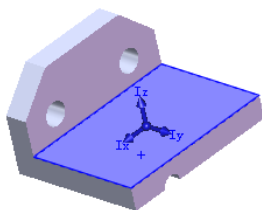

图 4.11.4 选取模型表面
Step3. 选取项目。在图形区选取图 4.11.4 所示的模型表面。